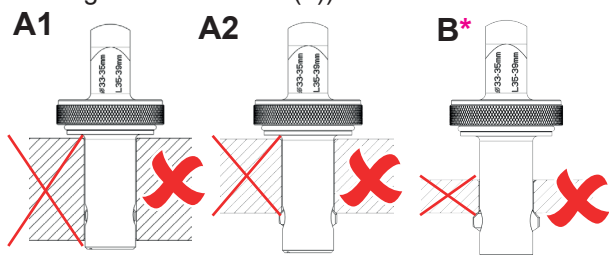

Abb. 8:
- Flansch- bzw. Bauteildicke zu groß: Tragelemente können nicht außerhalb des Flansches bzw. Bauteils ausfahren (vgl. *Abb. 8 - A*).
- Flansch- bzw. Bauteildicke zu klein: Abstützkräfte zu gering (vgl. *Abb. 8 - B*). Tragfähigkeit kann nicht erreicht werden.
- Verwenden Sie den PIP-RAPIDO nur im vorgeschriebenen Längenbereich (siehe Kennzeichnung auf dem Schaft (L)).